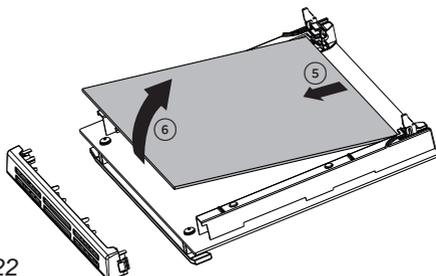

Fig. 6.22
- Sollevare ed estrarre delicatamente il vetro intermedio sganciandolo dagli incavi di aggancio inferiori (fig. 6.22).